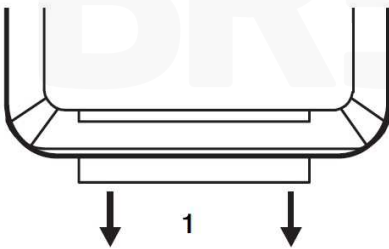

Abbildung 1
- 1. Vor der Verwendung:** Entfernen Sie die Kunststoff-Isolierlasche gemäß der Pfeilrichtung, um die Fernbedienung zu aktivieren (siehe Abbildung 1).